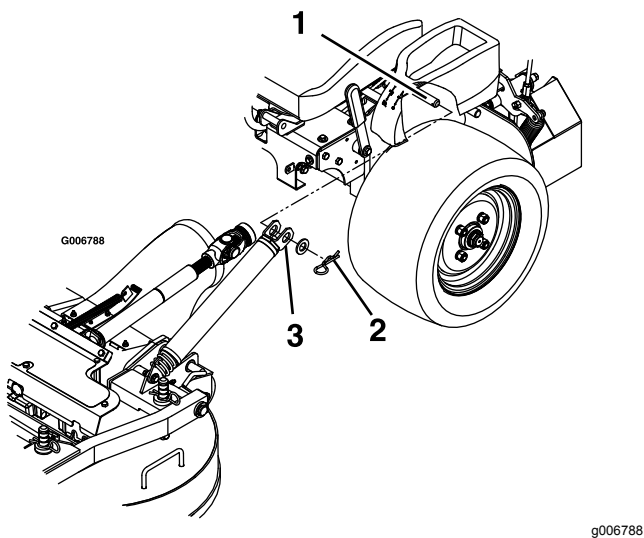

Figura 75
3. Retire las chavetas y las arandelas de la parte superior del muelle de elevación asistida de la carcasa en cada lado de la máquina (Figura 75).
9. Instale los muelles en los pasadores de anclaje debajo de las consolas derecha e izquierda y fíjelos con una arandela y una chaveta (Figura 75).